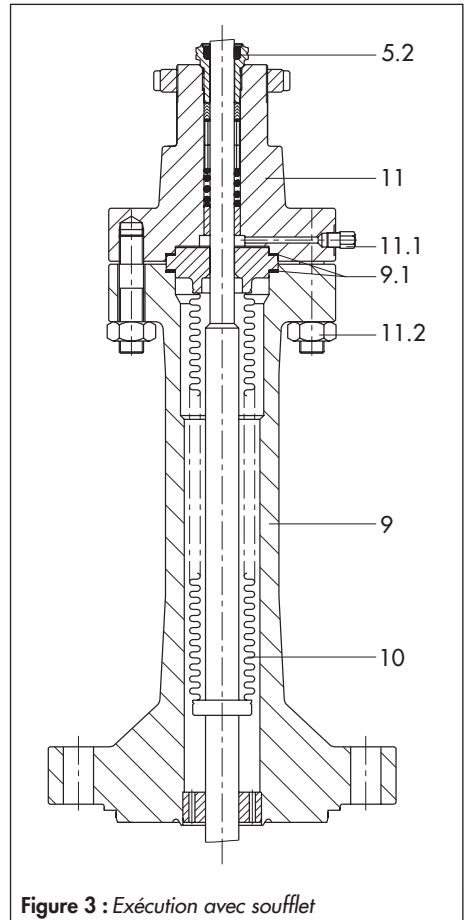

Figure 3 : Exécution avec soufflet
Les exécutions avec soufflet d'étanchéité métallique (Figure 3) sont équipées d'un raccord de contrôle (11.1) situé sur la bride supérieure qui permet de vérifier l'étanchéité du soufflet.
1. Procéder comme décrit au chap. 6.1.1 pour l'exécution standard, mais retirer les écrous (11.2) et séparer le chapeau (11) de la pièce intermédiaire (9).
Le soufflet métallique (10) doit impérativement être remplacé dans son intégralité en même temps que la tige de clapet. Pour cela, procéder comme décrit au chap. 6.1.2 (Figure 3).